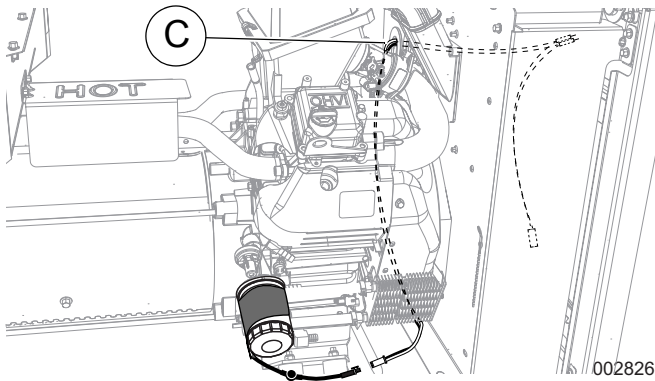

Figure 7. Acheminement des fils du réchauffeur (modèles de 11 à 22 kW)
3. Branchez le connecteur sur l'une des prises du faisceau de fils en Y (B).
4. Voir la Figure 7. Faites passer les fils et la prise non utilisée du faisceau de fils en Y sous le moteur, puis dans l'œillet (C) de la cloison du moteur.